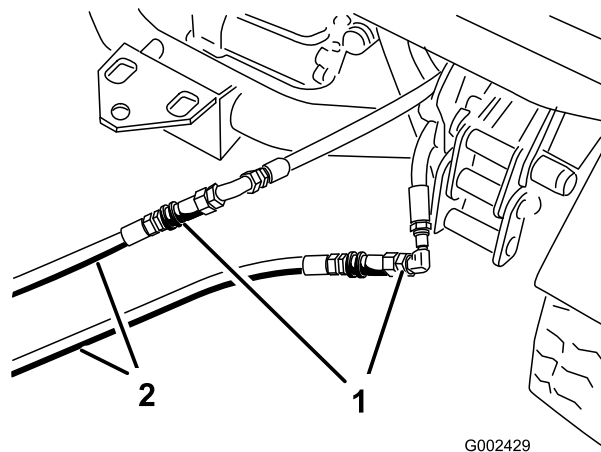

Figura 70
3. En la máquina inmovilizada, conecte las dos mangueras de interconexión a las mangueras que fueron desconectadas (Figura 70).